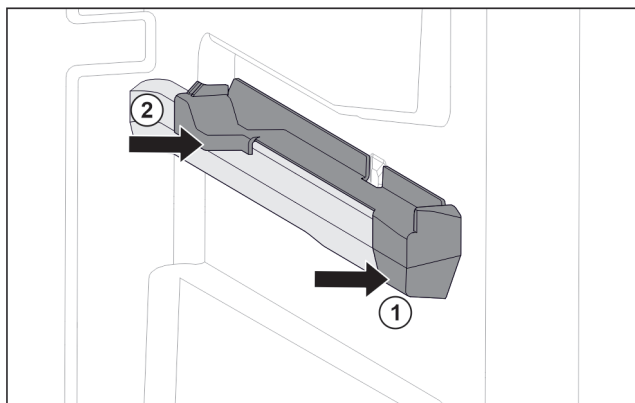

Fig. 86 Elemento inseribile sulla nervatura destra del contenitore
- Posizionare l'elemento inseribile sulla parte anteriore della nervatura del contenitore. Fig. 86 (1)
- Premere l'elemento inseribile sulla parte posteriore. Fig. 86 (2)